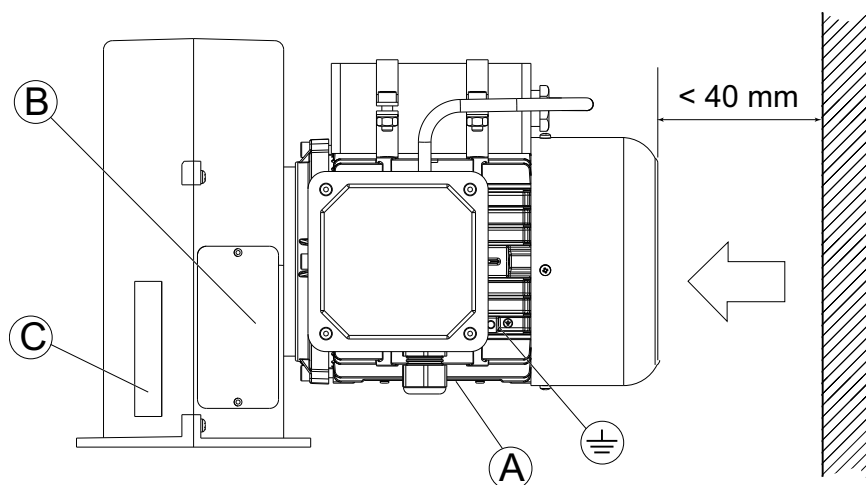

Bild 1
EX 140A/180A sind zertifiziert gemäß Richtlinie 2014/34/EG (ATEX). Die Ventilator-Kategorie für Ventilatoren ist BV3 und das Qualitätsniveau G6.3 entspricht ISO 14694. Das Motor-Typenschild (A, Abbildung 1) enthält Daten des Motors und gilt nicht für den kompletten Ventilator. Das Ventilator-Typenschild enthält Daten für den kompletten Ventilator (B, Abbildung 1). Der Bereich des Explosionsschutzes ist auf dem Typenschild des Ventilators angegeben (z. B. Ex de IIC T4). Der Ventilator erfüllt die Anforderungen für Zone 1, trennt jedoch keine Zonen. Der Ventilator kann in explosionsgefährdeten Bereichen zum Transport von Gasen, jedoch nicht zum Transport von heißen Rauchgasen verwendet werden.
Ein Schutzleiter (PE) muss angeschlossen sein. Der externe Schutzleiter ist am Motor angebracht (Abbildung 1). Die elektrischen Anschlüsse müssen gemäß dem Schaltplan durchgeführt werden. Wenn der Ventilator gesteuert wird, kann der Strom entsprechend der Steuerspannung ansteigen. Bitte beachten Sie, dass die Leistung niemals die Nennleistung übersteigen darf, siehe Tabelle 1. Die Werte auf dem Typenschild gelten für Luft mit einer Dichte von 1,2 kg/m3.
Vor Beginn der Installation ist das Produkt auf Transportschäden zu untersuchen. Das Laufrad darf keine Teile des Ventilatorgehäuses berühren. Umgebungstemperatur und Luftstromtemperatur sollten bei allen Versionen zwischen  $-20$  und  $+60^{\circ}\text{C}$  liegen. EX 140A/180A sind für einen Betrieb innerhalb des angegebenen Temperaturbereichs vorgesehen. Der Motor wird durch einen integrierten Kühllüfter gekühlt, dessen Öffnungen nicht abgedeckt sein dürfen. Der Mindestabstand zum Lufteinlass beträgt 40 mm (siehe Abbildung 1). Vermeiden Sie Wärmequellen in der Nähe des Motors und des Motorlufteinlasses.
Das Kabelende am Ventilator ist so zu installieren, dass es mechanisch geschützt ist, und es muss für die Umgebungsbedingungen geeignet sein. Das Installationskabel für den EX 140A/180A muss über einen Durchmesser von 6,5-12 mm und einen Querschnitt von 1,5-2,5 mm2 verfügen. Der Verteilerkasten am Motor ist für die gleiche Umgebung wie der Ventilator ausgelegt. Für die externe Erdung des Gehäuses muss ein Erdungskabel an der Erdungsschraube des Motors (Abbildung 1) befestigt werden.